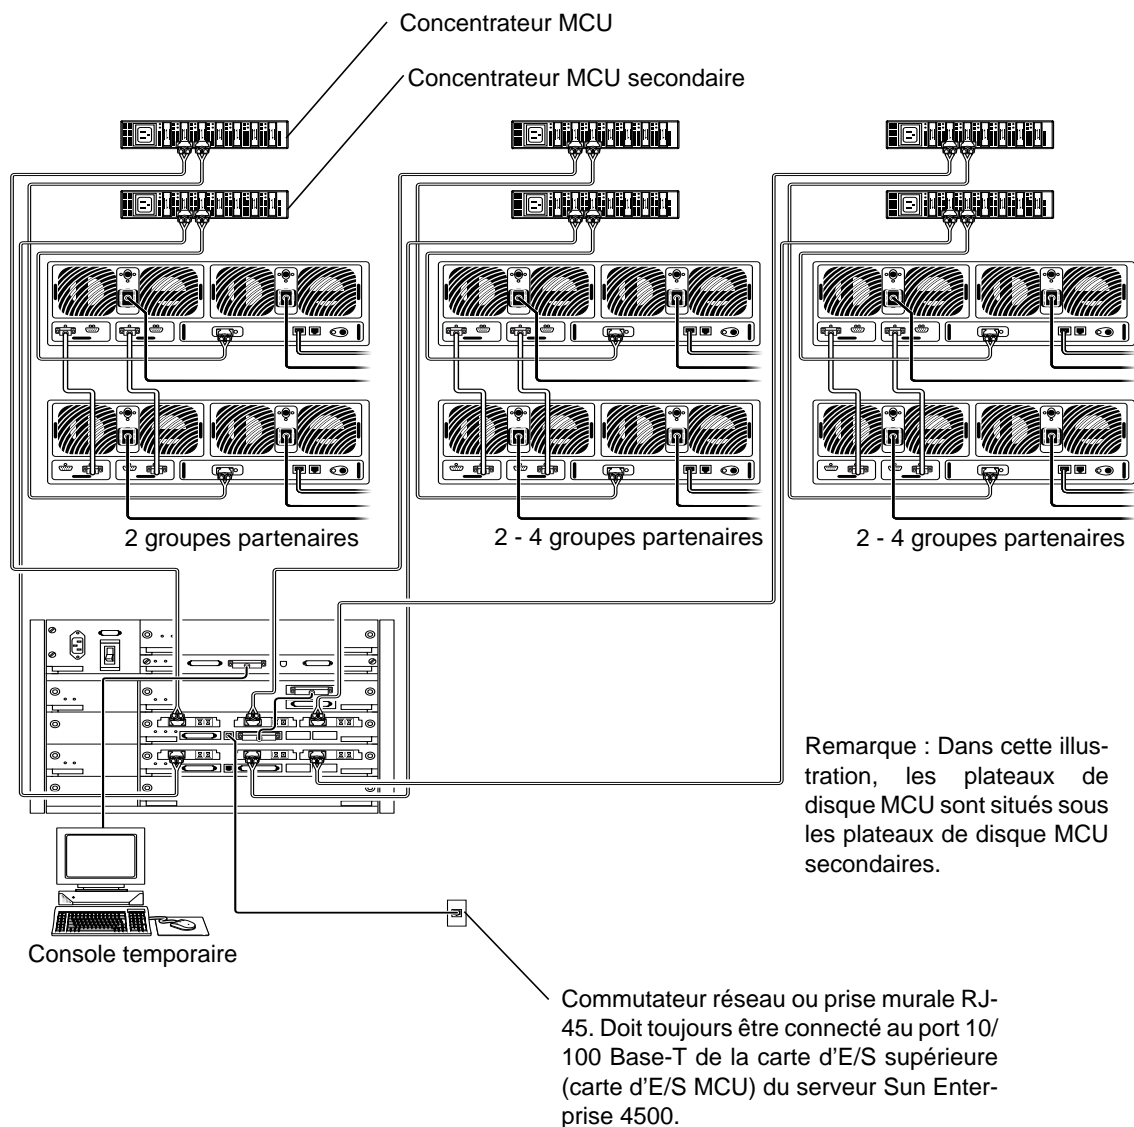
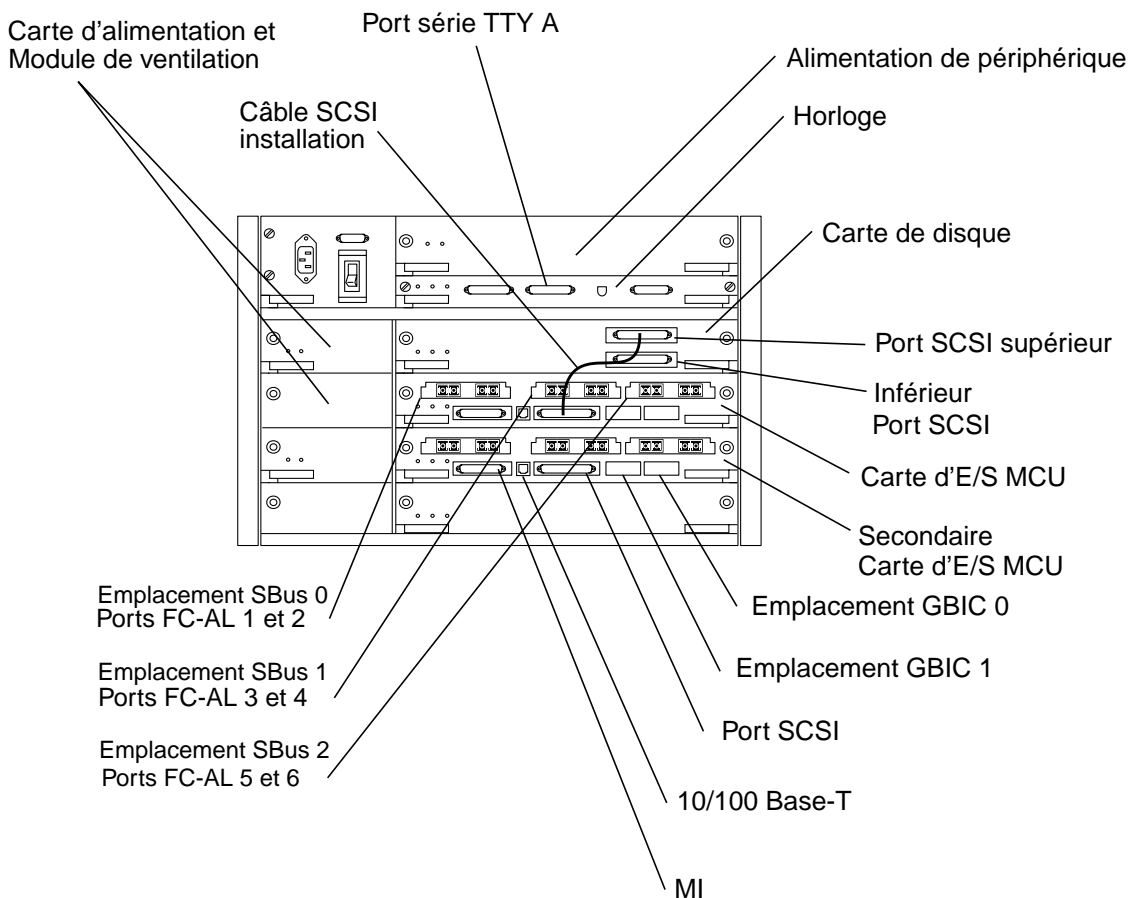

FIGURE 8 Connexions entre le serveur Sun Enterprise 4500 et des groupes partenaires représentatifs de plateaux de disque à des fins d'installation
FIGURE 9 Détails et connexions arrière du serveur Sun Enterprise 4500
3. Branchez l'autre extrémité du câble à fibre optique sur le port FC-AL (Fiber Channel Arbitrated Loop) du concentrateur MCU tel qu'illustré à la FIGURE 8.
6. Branchez un câble à fibre optique de la sortie du concentrateur MCU au port FC-AL 1 du serveur Sun Enterprise 4500 de la carte d'E/S MCU (voir la FIGURE 8, FIGURE 9 et la FIGURE 10).
7. Branchez un câble à fibre optique de la sortie du concentrateur MCU secondaire au port FC-AL 1 du serveur Sun Enterprise 500 de la carte d'E/S du MCU secondaire (voir la FIGURE 8, FIGURE 9 et la FIGURE 10).
8. En présence d'un autre ensemble de concentrateurs, recommencez les étapes 2 à 7 pour les éventuels autres groupes partenaires de plateaux de disque et concentrateurs en utilisant les ports FC-AL 3 et 5 du serveur Sun StorEdge 4500 de la carte d'E/S MCU et des cartes d'E/S MCU secondaires (voir la FIGURE 8 et la FIGURE 9).
9. Branchez le câble SCSI du port SCSI supérieur de la carte de disque sur le port SCSI de la carte d'E/S MCU tel qu'indiqué à la FIGURE 9.
11. Etablissez une connexion temporaire avec le câble série du port série TTY du serveur Sun Enterprise 4500 (voir la FIGURE 8 et la FIGURE 9) à un hôte qui agira comme console pendant la configuration initiale du réseau.
12. Reliez le câble Ethernet à paire torsadée (TPE) du port 10/100 Base-T du serveur Sun Enterprise 4500 de la carte d'E/S MCU (voir la FIGURE 8 et la FIGURE 9) à un commutateur réseau ou une prise murale TPE (RJ-45).
Remarque - En raison de contraintes d'espace dans la FIGURE 9, le port 10/100 Base-T de la carte d'E/S MCU secondaire est identifié. Veillez à utiliser le port 10/100 Base-T de la carte d'E/S MCU.
16. Vérifiez tous les branchements de câble tel qu'indiqué à la FIGURE 8 et à la FIGURE 10.